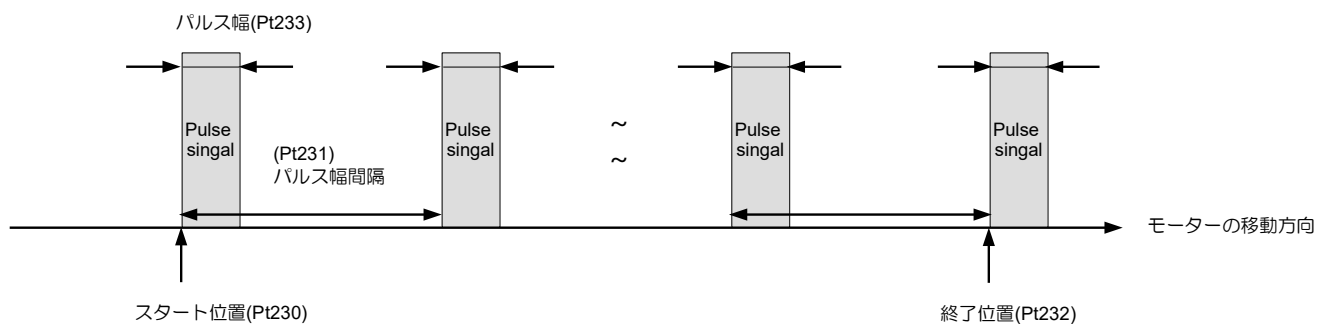

図 8.13.1
E2 シリーズドライバークーは、位置トリガー (PT) 機能を提供します。この機能は、固定間隔パルストリガー、ランダム間隔パルストリガー、およびランダム間隔トリガーステータスモードをサポートします。パルストリガー出力を例にとると、モーターが設定位置に移動すると、ドライバークーは同時にパルス信号を出力します。パルス信号の幅と極性は、図 8.13.1 に示すように、ユーザーが定義できます。詳細な仕様と機能の説明については、表 8.13.1 を参照してください。位置トリガー機能は、Thunder ソフトウェア、PDL、または MPI を介して設定できます。位置トリガー デジタル出力 (PT) 信号のハードウェアピンは、CN6 46 および 47 (3.3 V/20 mA) です。ユーザーがこのような電圧レベルをサポートできない場合は、信号をデジタル出力 O1 ~ O5 (24 V) に割り当てることができます。位置トリガー (PT) 機能は、レーザー機器、ラインスキャンカメラ、リソグラフィー機器など、高速かつ高精度の処理のために同時インポジション信号を必要とするアプリケーションで主に使用されます。
モーターが設定された開始位置 (Pt230) に移動すると、ドライバーは同期して最初のパルス信号を出力します。モーターが次のパルス間隔(Pt231)の位置に移動すると、ドライバーは次のパルス信号を出力します。図 8.13.1 に示すように、モーターがエンド位置 (Pt232) を超えるまで、ドライバーは同期してパルス信号を順次出力します。